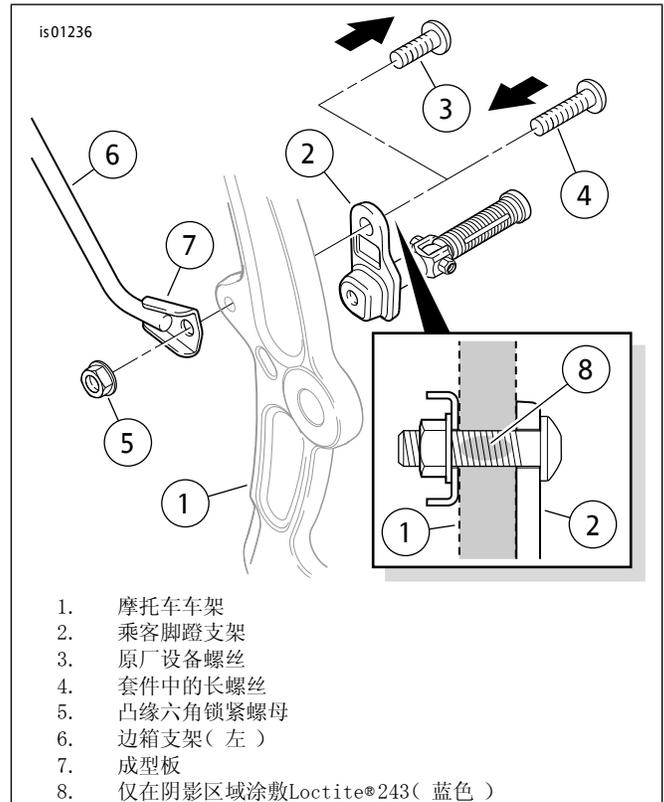

图1。下部前边箱支架(左侧)
- 参见图1。拆下将左侧乘客脚踏和脚踏支架(2)固定至摩托车车架(1)的22毫米(7/8英寸)长度螺丝(3)。丢弃此螺丝。
- 参见图1。将套件中的新Torx螺丝(4)穿过脚踏支架(2)上的孔,然后在将与摩托车车架螺纹孔配合的螺丝螺纹(8)部分涂敷数滴Loctite®243(蓝色)(单独出售)。